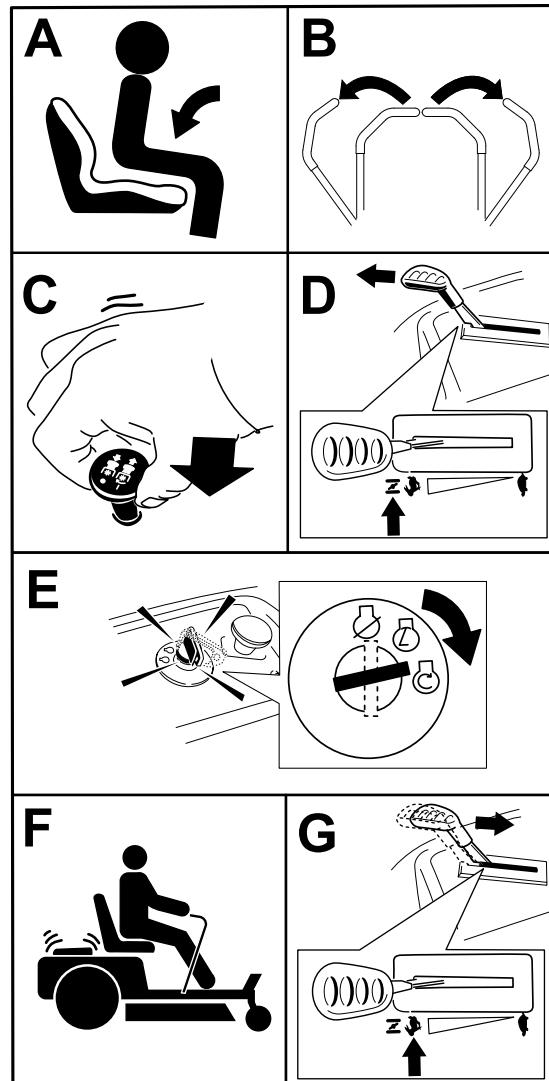

Рисунок 23
**Примечание:** Если необходимо, при попытке запуска двигателя удерживайте рычаг прижатым к упору в положении «воздушная заслонка» (Рисунок 23).